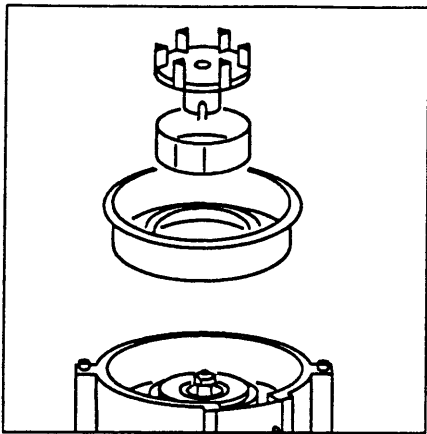

Abb. 6
- Setzen Sie den Rotor (Bedienelement S) ein. (Abb. 6)